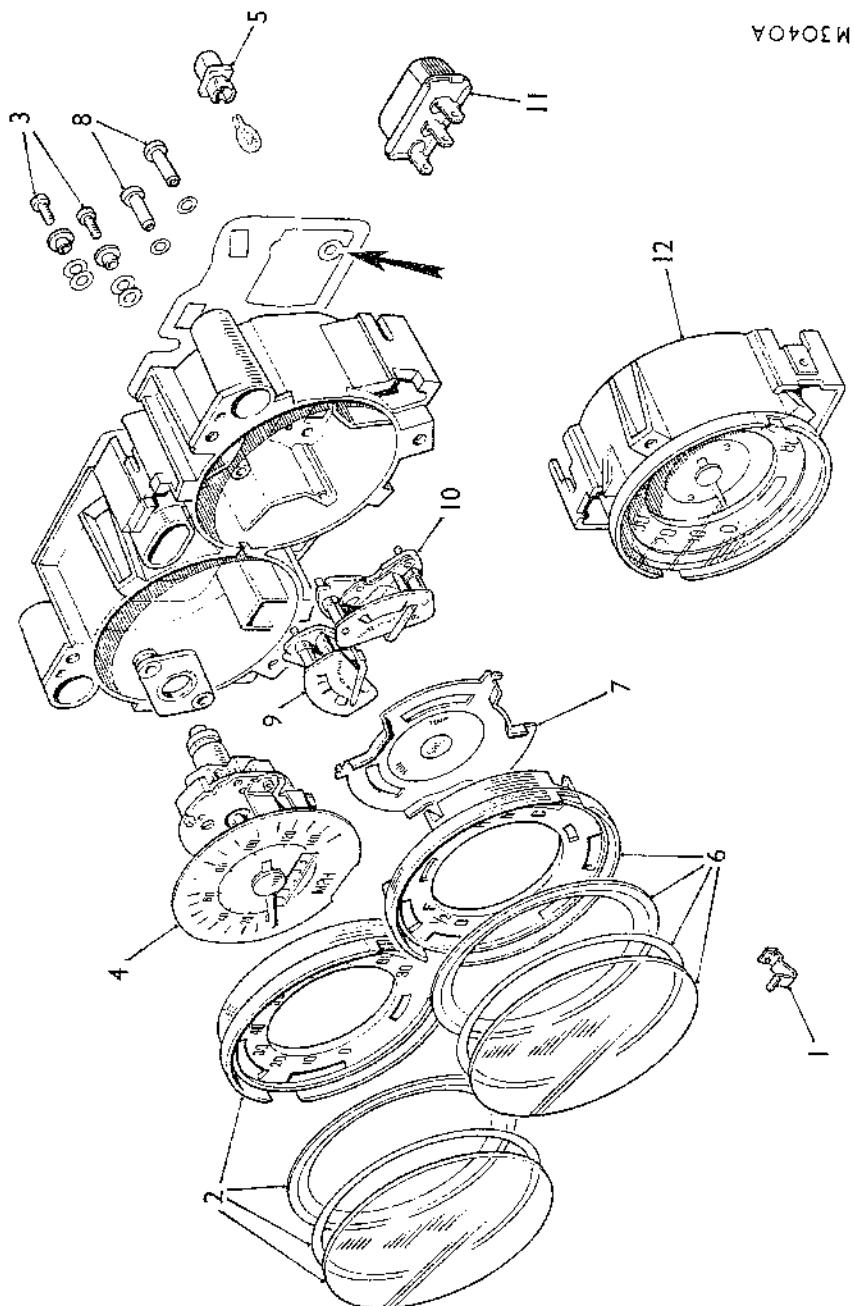

Fig. Nb.2
- (2) Quitar los tornillos que fijan la unidad del instrumento al panel y separar la unidad.
- (3) Quitar los tres clips (1) y sacar el conjunto de la esfera (2) (Fig. Nb.2).
- (4) Desarrosnar los tornillos de retención (3) y sacar la unidad del velocímetro (4) (Fig. Nb.2).
- (7) Quitar los clips (1), extraer el conjunto del cristal (6) de la unidad del instrumento y sacar el sub-dial (7). Desarrostrar los tornillos de fijación adecuados (8) y quitar el o los instrumentos (9), (10) para su sustitución (ver Fig. Nb.2).
- (8) Desconectar la conexión a tierra del circuito impreso (indicada con una flecha) y sacar el portalámparas de iluminación (5). Quitar los tornillos que fijan la unidad al panel y sacar el conjunto completo del tacómetro. Este es reemplazable como una unidad completa (12) (Fig. Nb.2). No sacar la unidad de su caja.